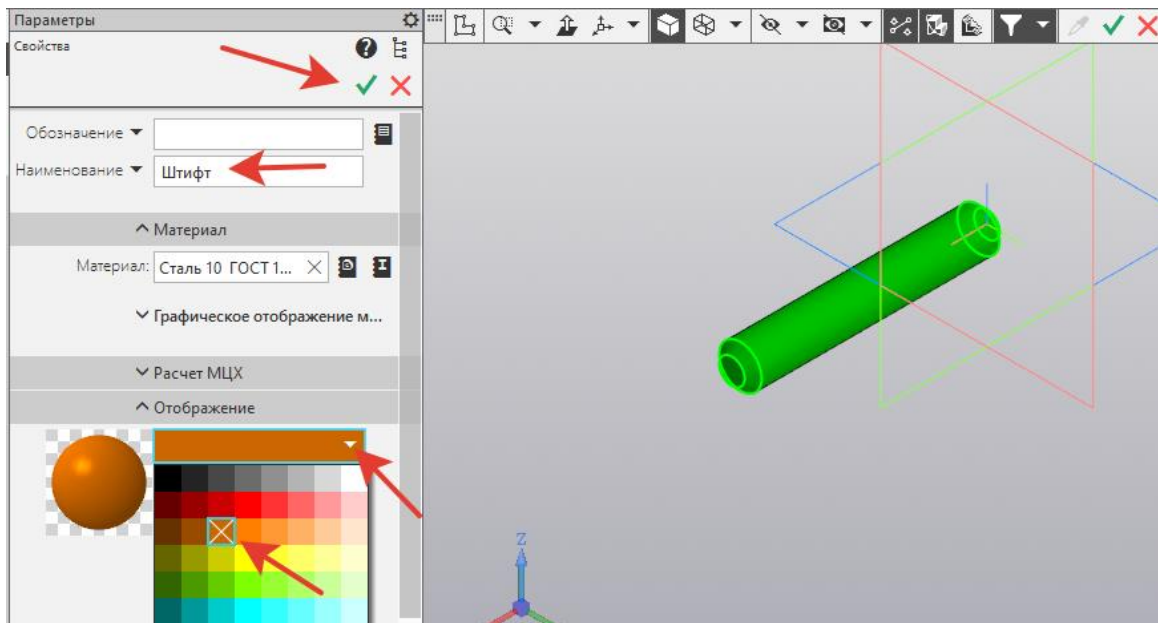

Рисунок 148.
6. В **Дереве модели** правой клавишей нажмите  **Деталь** - **Свойства** - **Наименование** - **Штифт**. Откройте **Отображение** - **Цвет** - выберите **Оранжевый** (рисунок 148).